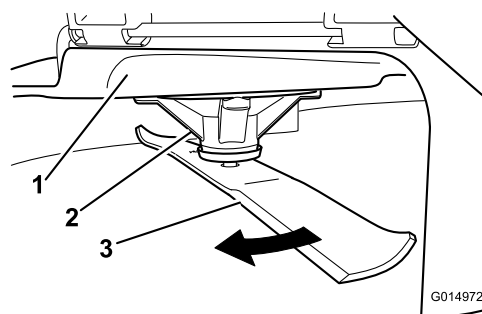

Figure 62
2. Enfilez des gants épais ou utilisez une autre protection adéquate pour les mains, et faites tourner la lame lentement jusqu'à une position permettant de mesurer correctement la distance entre le tranchant et la surface plane sur laquelle se trouve la machine (Figure 62).